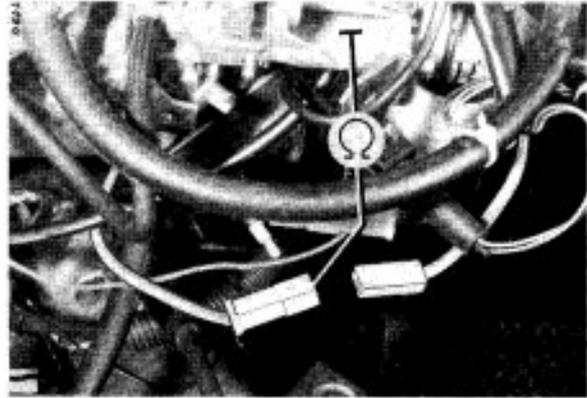

Bild 29
(Bild 29, 30)
a. Heizelement und Stromzufuhr (Bild 29)
- Widerstand zwischen Anschlußkabel und Masse prüfen (Bild 29).